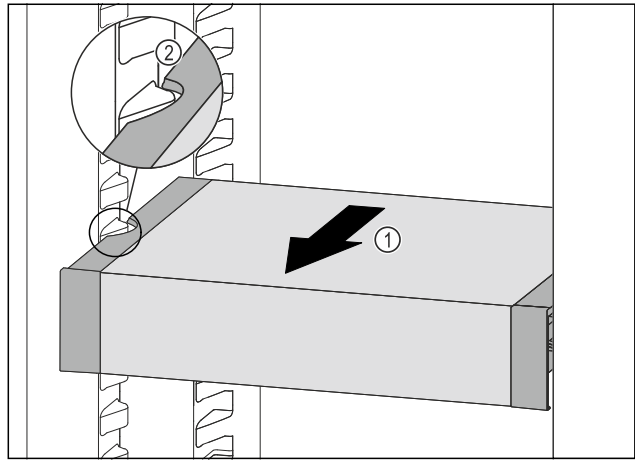

Fig. 84
- ▶ Изтеглете VarioSafe напред Fig. 84 (1), докато страничните прорези на VarioSafe се намират на височината на реброто на съда в хладилната част. Fig. 84 (2)